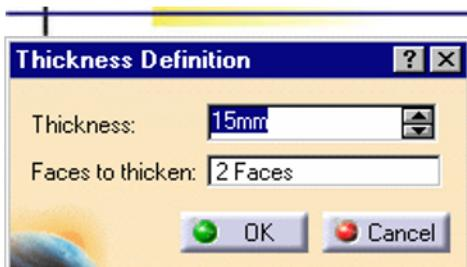

Fig.32. Dialogul **Thickness Definition**
- Se apasa iconul **Thickness**, ceea ce determina afisarea pe ecranul de lucru a dialogului **Thickness Definition** (fig.32);